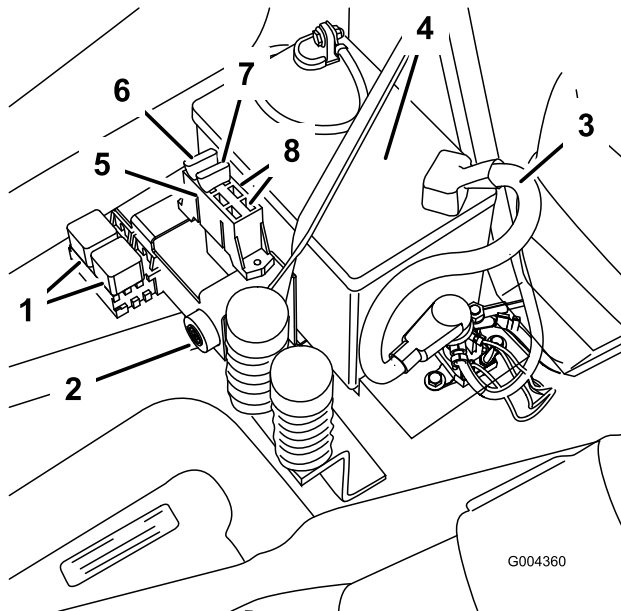

Bild 45
1. Heben Sie den Sitz an, um die Sicherungshalter zugänglich zu machen (Bild 45).
2. Ziehen Sie die Sicherung zum Wechseln heraus (Bild 45).